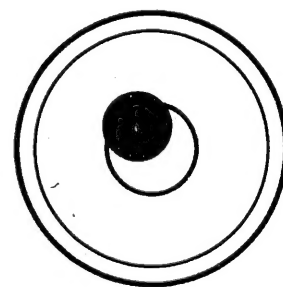

図3.4
- 6) 球面脚頭の場合、定心桿を少しゆるめ、底板⑥を両手で持って脚頭上をすべらせ、円形気泡管④の○内に気泡を導きます。(図3.4)